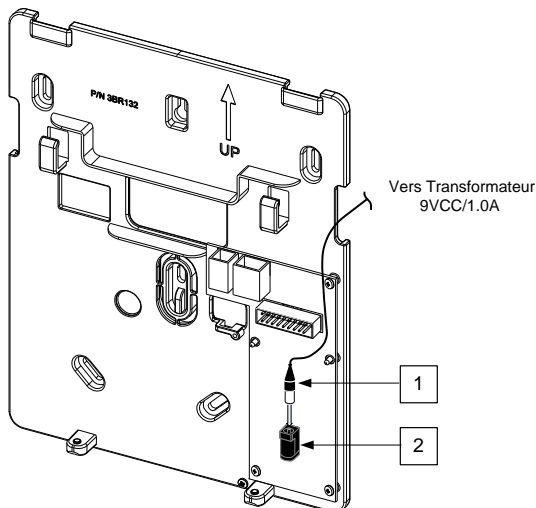

Figure 6A : Connexion du câble d'alimentation continue (CC)
2. Connecter le connecteur Jack du transformateur à l'alimentation située sur la carte d'alimentation (1, Figure 6A).